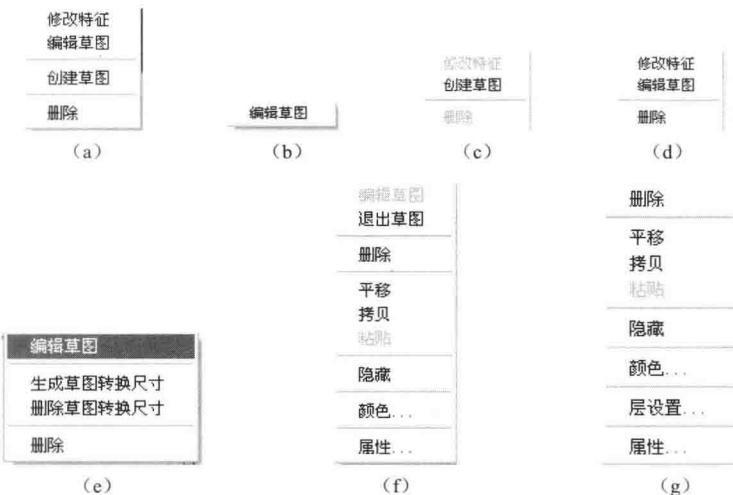

图 1-16 快捷菜单
- 将光标移到绘图区的实体上，单击实体，按鼠标右键，弹出快捷菜单如图 1-16 (a) 所示。
- 在非草图状态，将光标移到绘图区的草图上，单击曲线，按鼠标右键，弹出快捷菜单如图 1-16(b) 所示。
- 将光标移到特征树中 XY、YZ、XZ 三个基准平面上，按鼠标右键，弹出快捷菜单如图 1-16(c) 所示。
- 将光标移到特征树中的特征上，按鼠标右键，弹出快捷菜单如图 1-16(d) 所示。
- 将光标移到特征树中的草图上，按鼠标右键，弹出快捷菜单如图 1-16(e) 所示。
- 在草图状态下，拾取草图曲线，按鼠标右键，弹出快捷菜单如图 1-16(f) 所示。
- 在空间曲线、曲面上选中曲线或者加工轨迹曲线，按鼠标右键，弹出快捷菜单如图 1-16(g) 所示。